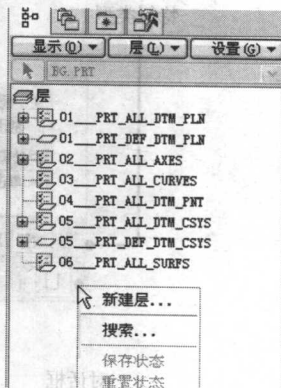

图 1-20 鼠标右键弹出菜单
2) 在层树的空白处单击右键，选择【新建层】命令，如图 1-20 所示。出现【层属性】对话框。